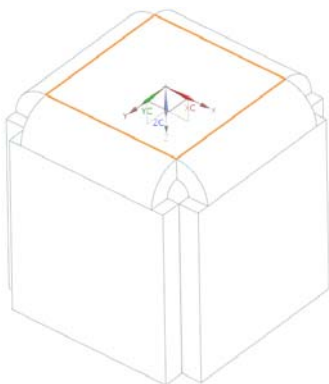

图 9-3 平板实体参考面
(1) 选择“菜单(M)”→“插入(S)”→“展平图样(L)”→“展平实体(S)”，或者单击“主页”选项卡“展平图样”库下的“展平实体”按钮 ，打开如图 9-1 所示“展平实体”对话框。在视图区中选择如图 9-3 所示的固定面。